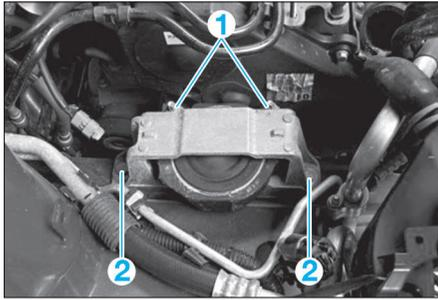

FIG. 16
- les fixations (1) et (2) (Fig.16) du support moteur droit puis le déposer du moteur et de la caisse.